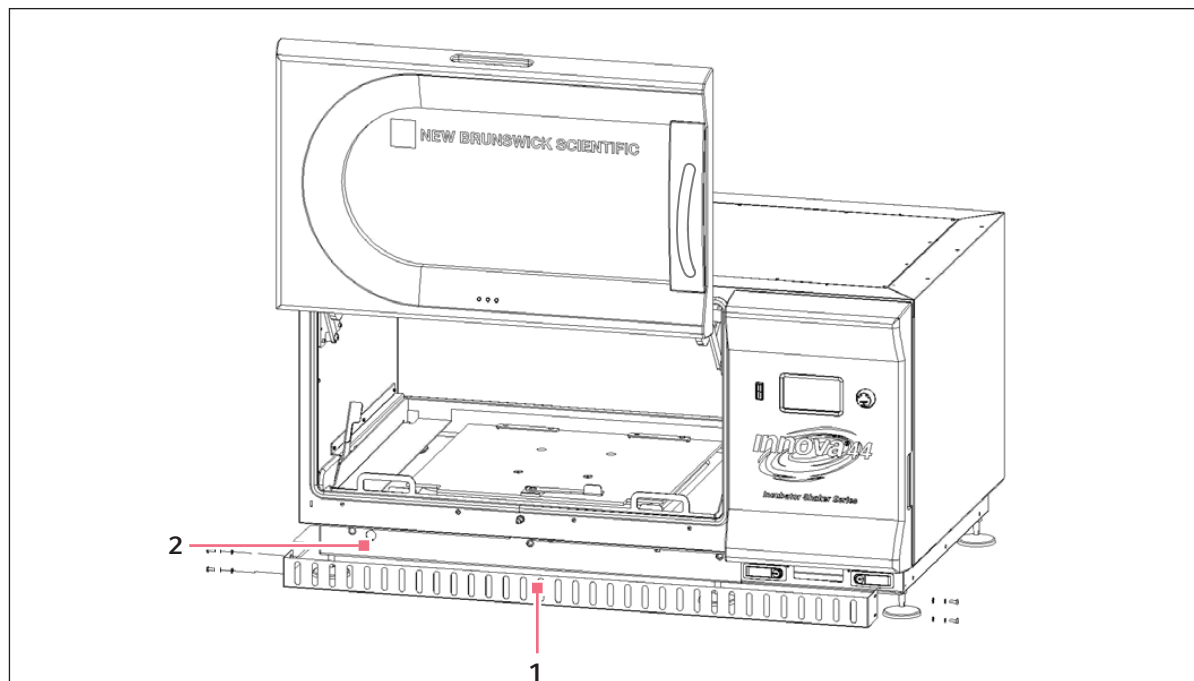

Fig. 8-6: Griglia frontale
1. Rimuovere temporaneamente le quattro viti ad alette che mantengono in posizione la griglia frontale (Fig. 8-6 a pag. 46).
1. rimuovere temporaneamente le quattro viti ad alette che fissano la griglia frontale; (vedi Fig. 8-6 a pag. 46).